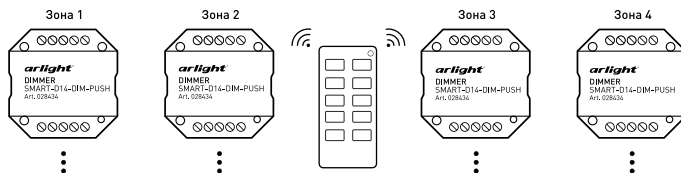

Рисунок 6. Вариант построения системы с 4-зонным пультом дистанционного управления
3.11. При использовании многозонных пультов ДУ или панелей можно построить разветвленную систему управления (рисунок 6).